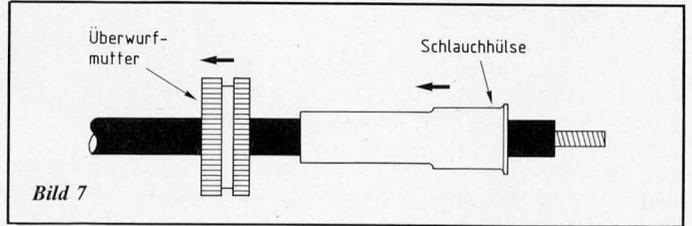

Bild 7
6. Nachdem die Tachowelle getrennt und vorbereitet wurde, ist die Überwurfmutter, die Schlauchhülse sowie ein 15 mm langer Schrumpfschlauchabschnitt entsprechend Bild 7 auf das Schlauchende aufzuschieben.